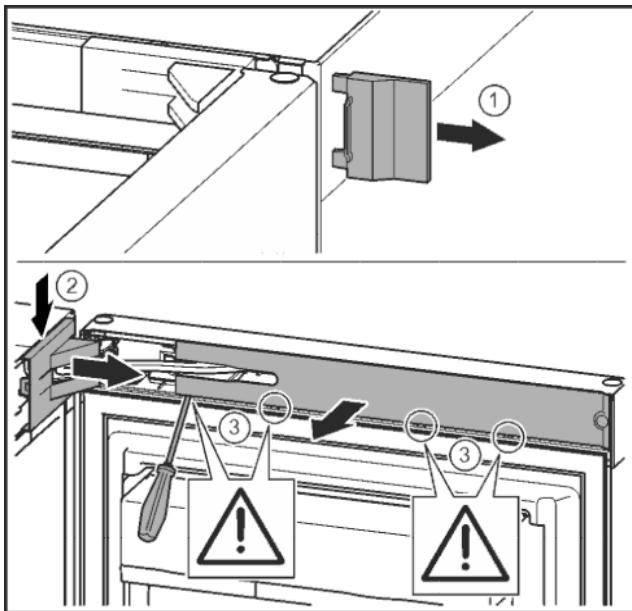

Fig. 7
- ▶ Зніміть зовнішню кришку. Fig. 7 (1)
- ▶ Зніміть кришку опорного кронштейна. Fig. 7 (2)
- ▶ та поверніть убік накладку. Fig. 7 (3)